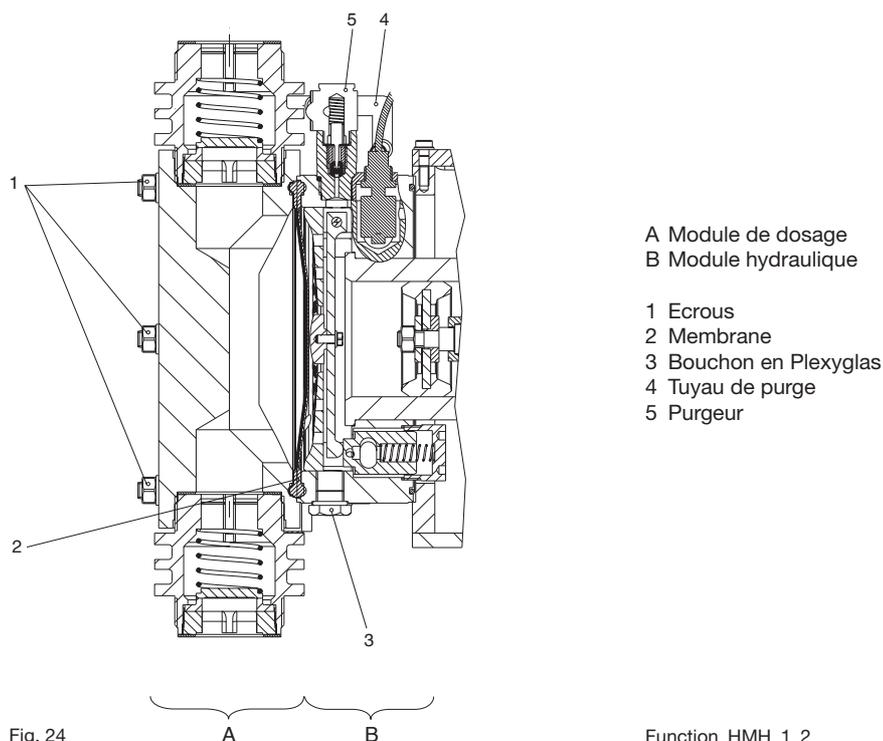

Fig. 24
- ▶ tirez le tuyau (4) du purgeur (5) et dévissez celui-ci
- ▶ enlevez avec précaution le joint torique et le filtre-tamis sous le purgeur (5) – aucune impureté ne doit parvenir dans le module hydraulique !
- ▶ nettoyez l'extérieur du purgeur (5) à l'air comprimé
- ▶ vissez le purgeur (5)
- ▶ emboîtez le tuyau de purge (4)
- ▶ dévissez le capteur de rupture de membrane de quelques tours (voir fig. 24)